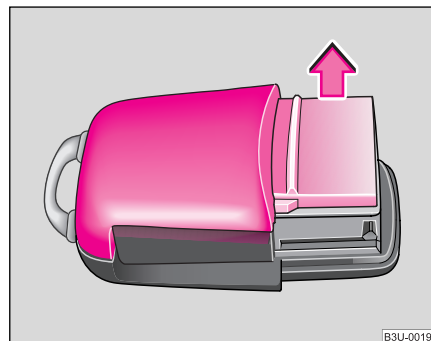

Abb. 20 Deckel des Sendergehäuses
- Nehmen Sie den Deckel des Sendergehäuses ⇒ Seite 38, Abb. 20 in Pfeilrichtung ab.